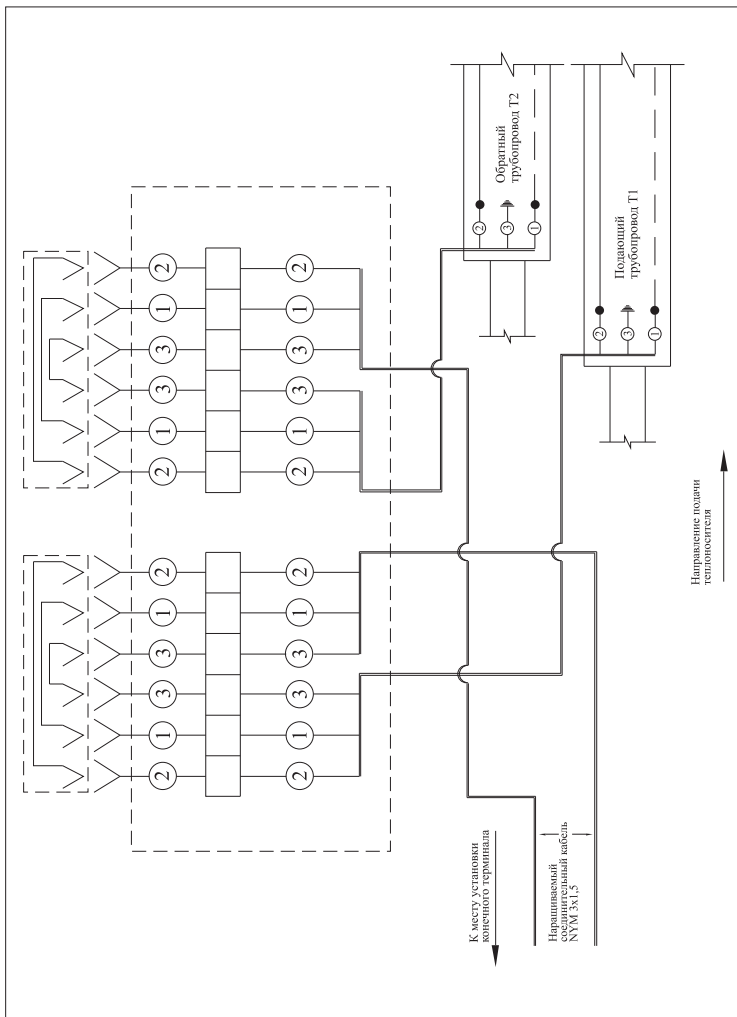

Рис. 8 «Подсоединение/наращивание кабеля к двухтрубной системе ОДК»
7. Для подсоединения (наращивания) кабеля к двухтрубной системе контроля, монтаж проводников внутри терминала осуществлять по электрической схеме – **Рис. 8**.